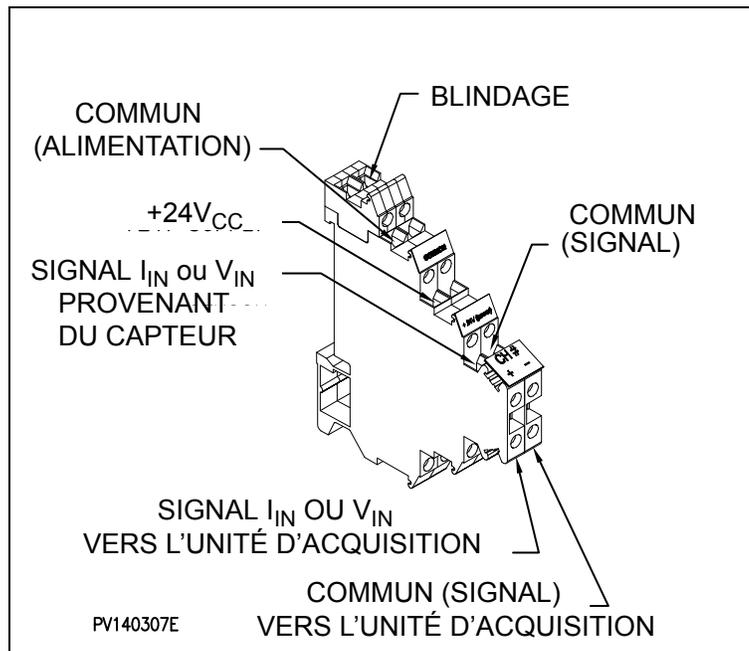

Figure 16 : Raccordement du câble de signal et alimentation aux terminaux
3. Brancher chacun des fils de la source d'alimentation au terminal correspondant, selon la Figure 16 : "Raccordement de la source d'alimentation aux terminaux de l'unité XPSP".
3. Raccorder chaque câble de signal aux terminaux correspondants, tel qu'illustré à la Figure 16 : "Raccordement du câble de signal et alimentation aux terminaux".